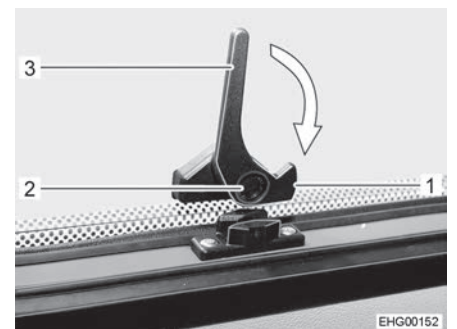

Bild 51 Verriegelungshebel, unten (Stellung "geöffnet")
- Sicherungsknopf (Bild 51,2) am unteren Verriegelungshebel (Bild 51,3) drücken und gedrückt halten.
- Unteren Verriegelungshebel (Bild 51,3) eine viertel Umdrehung zum Fensterrahmen hin drehen, bis die Verriegelungsnase (Bild 51,1) einrastet.